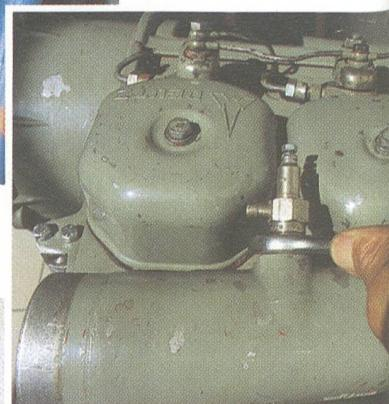

Bild 2
**Bild 2** Kann weder die Erwärmung noch die Flamme beobachtet werden, so überprüfe man als nächstes den elektrischen Teil: mit der Prüflampe feststellen, ob oben am Anschluss der Flammkerze Strom anliegt. Ist dies der Fall, ohne dass sich am Glühstift etwas regt, ist die defekte Flammkerze zu ersetzen. Beim abgebildeten Kerzentyp muss vorerst eine Gegenmutter losgedreht werden, bevor sie aus dem Ansaugrohr herausgeschraubt werden kann.